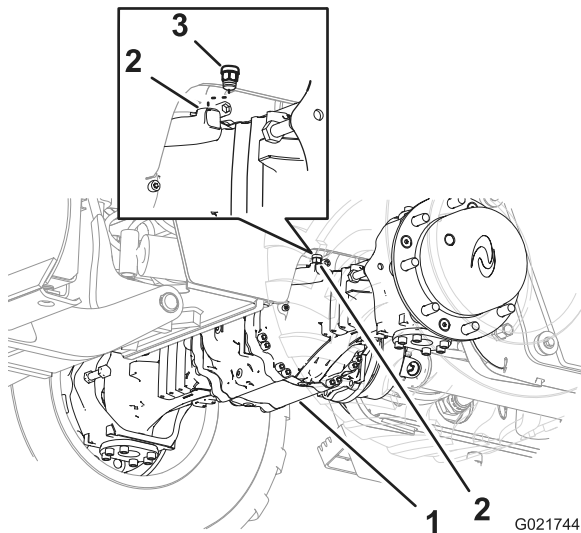
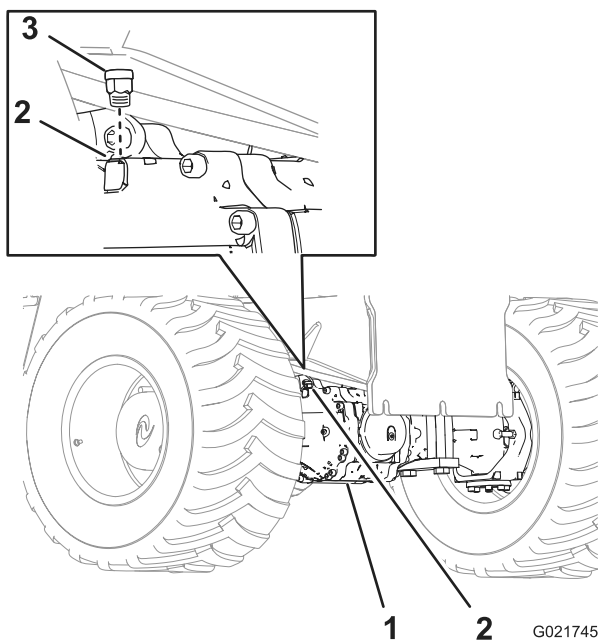

Bild 76
Bild 77
1. Reinigen Sie den Bereich um die Entlüfter mit einem Reinigungsmittel (Bild 76 und Bild 77).
6. Setzen Sie den Entlüfter in die Vorderachse ein (Bild 76).
7. Setzen Sie den Entlüfter in die Hinterachse ein (Bild 77).
2. Nehmen Sie den Entlüfter von der Vorderachse ab (Bild 76).
3. Nehmen Sie den Entlüfter von der Hinterachse ab (Bild 77).